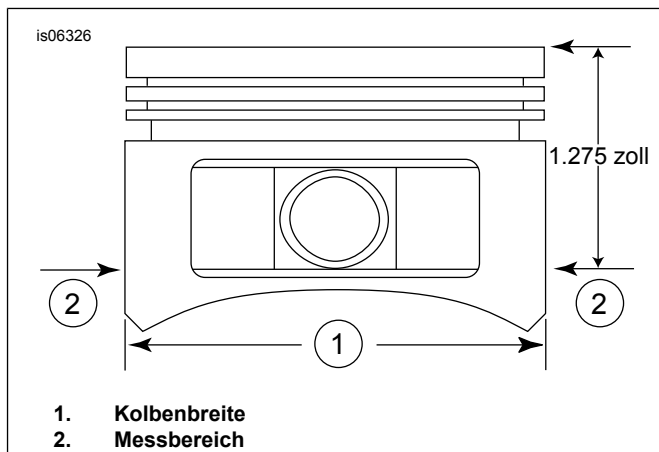

Abbildung 2. Kolbenmessungen
5. Siehe Abbildung 2. Die Kolbenbreite (1), 90 Grad horizontal von beiden Seiten des Kolbenbolzenlochs und 1,275 in unterhalb der Kolbenbodenfläche (2) messen. Die Passung zwischen Kolben und Zylinder an dieser Stelle aus Tabelle 11 ablesen.